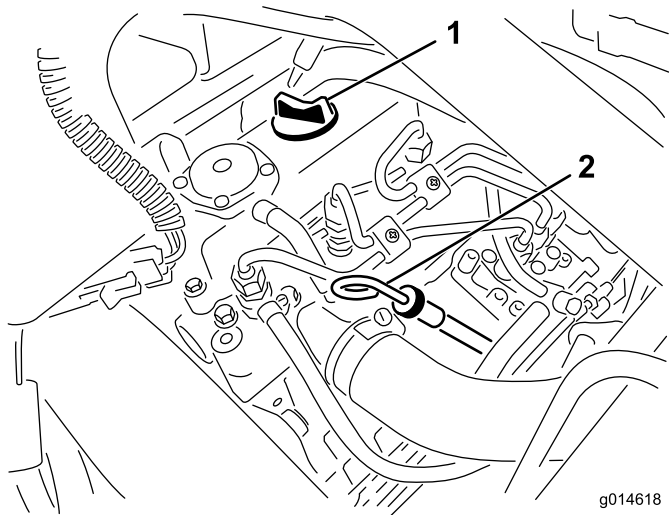

Figura 25
2. Togliete l'asta di livello ed asciugatela con un panno pulito (Figura 25). Inserite l'asta di livello nel tubo, assicurandovi che sia inserita fino in fondo. Estraiete l'asta di livello dal tubo e controllate il livello dell'olio. Se il livello dell'olio è basso, togliete il tappo di riempimento dal coperchio della valvola e versate **lentamente** una quantità di olio sufficiente ad alzarne il livello fino al segno di pieno (Full) sull'asta. Rabboccate lentamente l'olio e controllate spesso il livello durante questa operazione. **Non riempite troppo.**